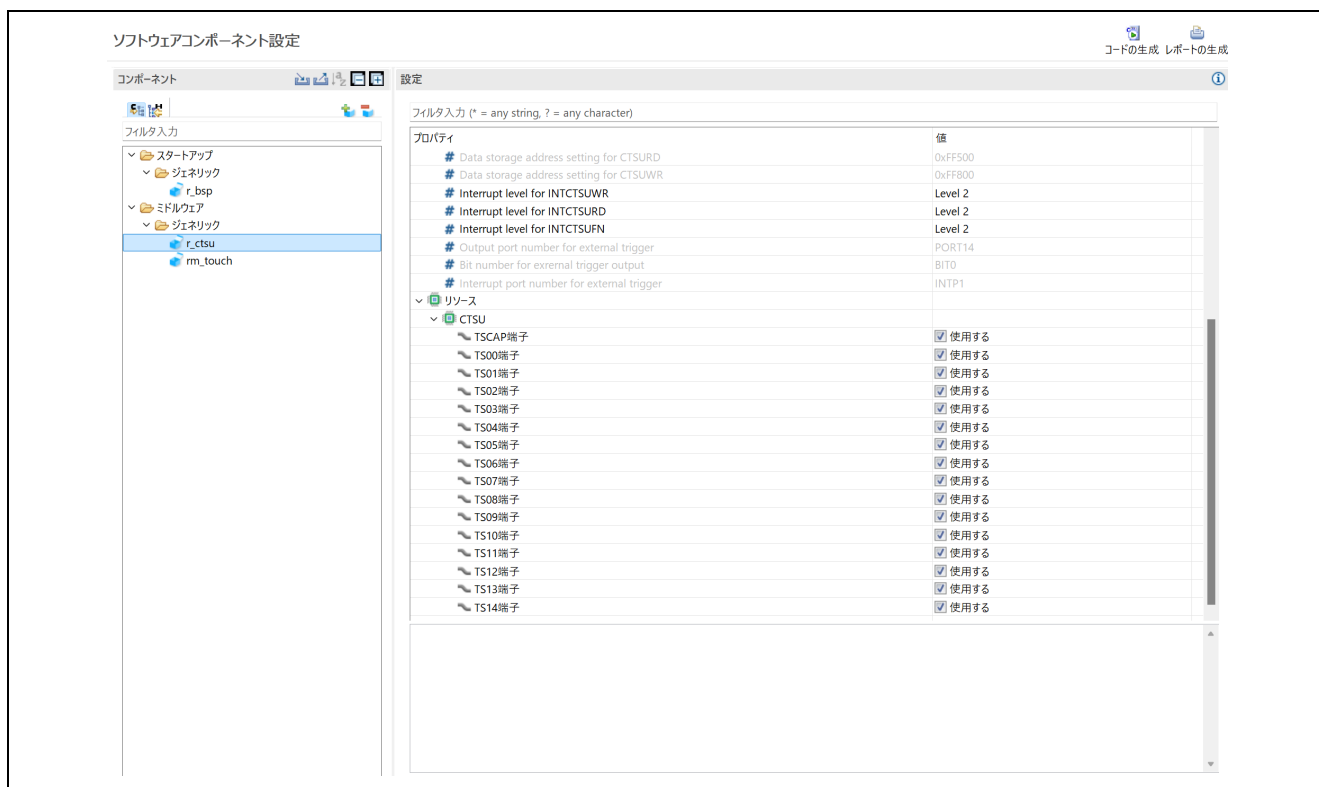

図 6-16 スマート・コンフィグレータ (RL78)
2. 図 6-16 に示す通り、スマート・コンフィグレータ上でタッチミドルウェアと CTSU ドライバを追加します。